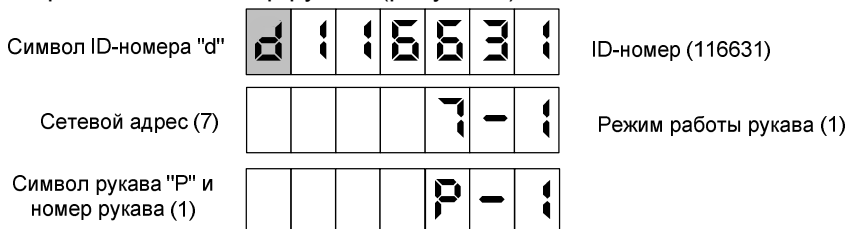

Рисунок 8
8.1 По команде СУ на табло могут отображаться сетевой адрес, режим работы и ID-номер рукава (рисунок 8).